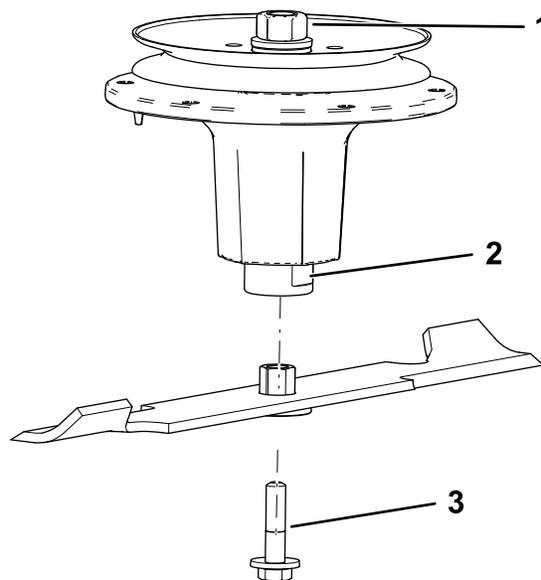

**Figura 108**
- Instale el casquillo a través de la cuchilla con la brida del casquillo en el lado inferior (lado del césped) de la cuchilla (Figura 108).